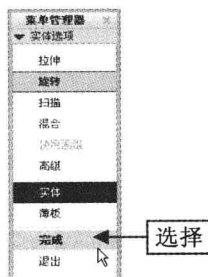

图 8-44 选择“完成”选项
Step 02 弹出“实体选项”菜单管理器，选择“旋转”选项和“完成”选项，如图 8-44 所示。